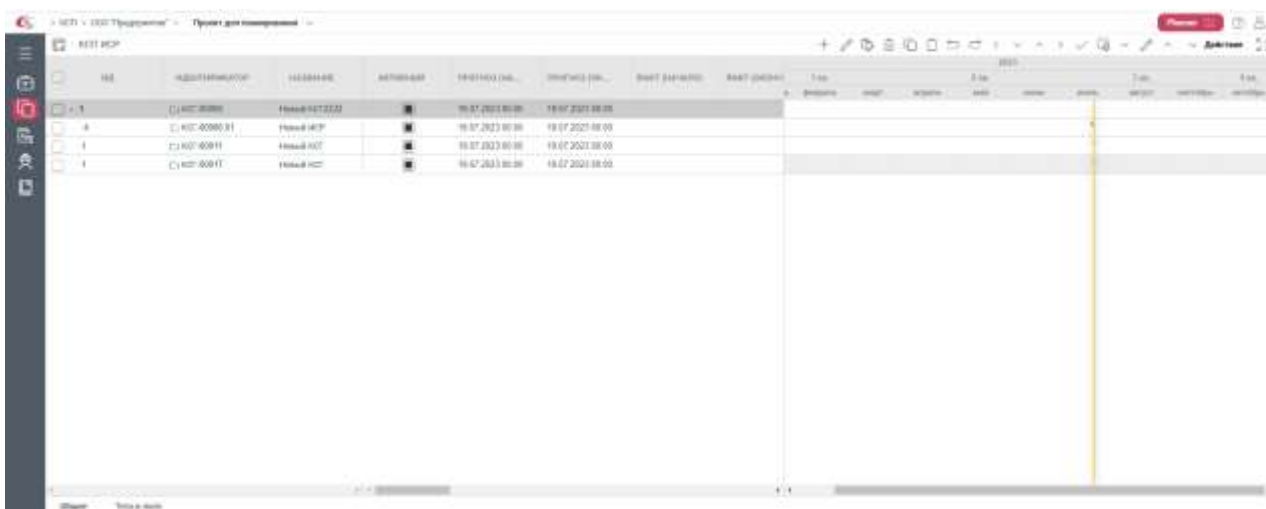

Рисунок 66– Раздел «ИСР», открытие нескольких КСГ
2. Перейти в разделы ИСР, выделенные проекты открыты на одной странице (Рисунок 66).